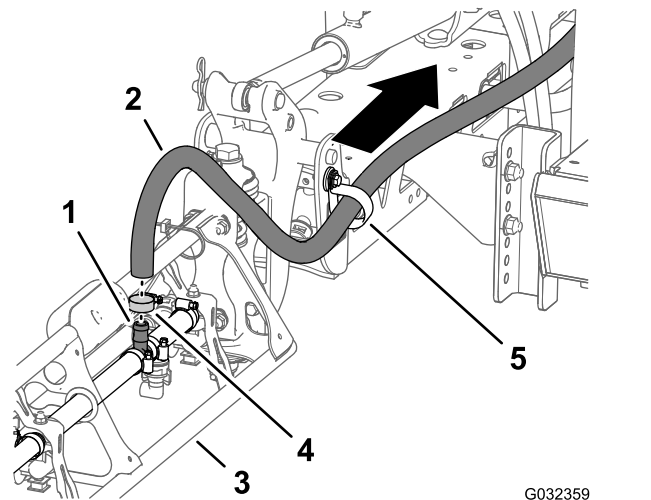

図 47
1. ブームの外端部で、給液ホースをバーブ付き T 字フィッティングに固定しているホースクランプを外す 図 47。
2. T 字フィッティングからホースを取り外す 図 47。
3. ホース端部を R クランプから外す 図 47。